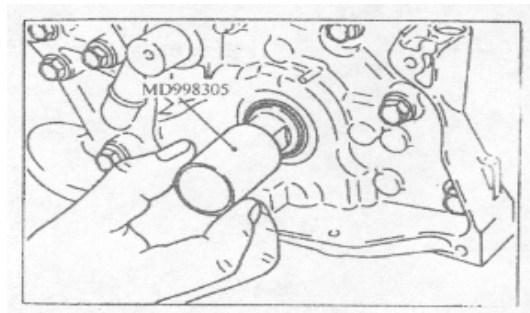

图 3-37
(2) 前油封的安装
- a. 如图 3-37，将专用工具放在曲轴前端，并在它的外周涂上发动机油。